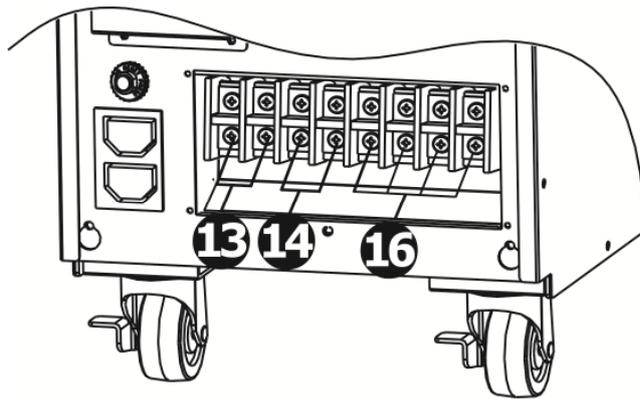

Figura 4: 10K/10KS Terminal entrada / salida
12. Terminal de entrada / salida (consulte la Figura 4, 5, 6, 7, 10, 12 y 14)